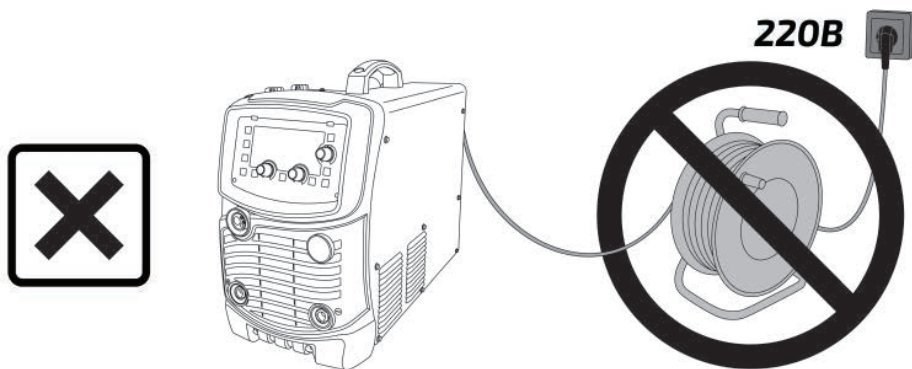

Рис. 6.3.3. Схема неправильного подключения и удлинения кабелей сварочного аппарата.
**Данный вид подключения (рис. 6.3.3) приводит к выходу сварочного аппарата из строя!**